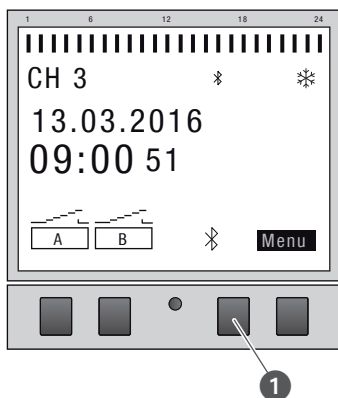

Abb. 22: Bluetooth-Verbindung an der Kanalerweiterung aufbauen
6. Die Bluetooth-Taste (Abb. 22/①) an der Kanalerweiterung drücken.